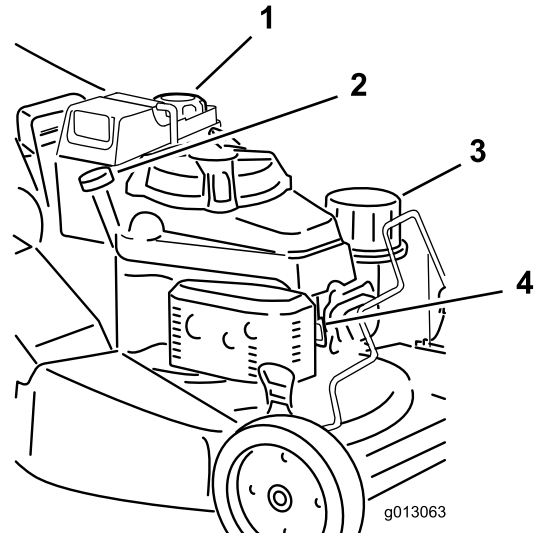

Figura 13
1. Limpie la zona alrededor del tapón del depósito de combustible y retire el tapón del depósito (Figura 13).
1. Conecte el cable de la bujía (Figura 13).